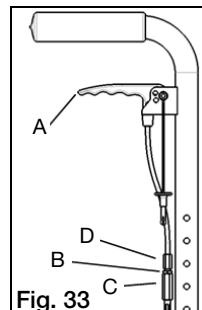

Fig. 33
- Apriete el gatillo (Fig. 33:A).
- Desbloquear la contratuerca (Fig. 33:B) del cable del cuerpo de regulación (Fig. 33:C), utilizando un llave de 10mm y de 3/8".
- Enhebrar ajustador del cable (Fig. 33:D) adentro o hacia afuera hasta que la holgura en el cable se elimina, sino también de manera que los dientes están todavía completamente asentados en los dientes de los marcos giratorios.